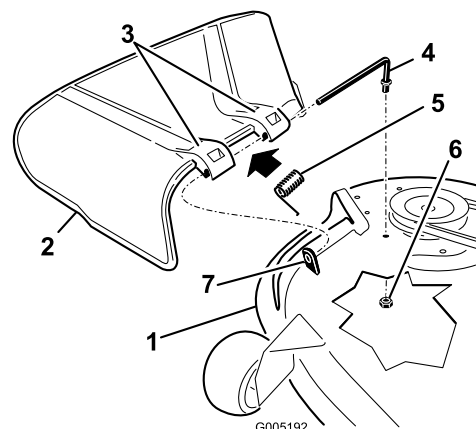

Figure 53
1. Repérez les éléments illustrés (Figure 53).
2. Retirez l'écrou (3/8 pouce) de la tige, sous le tablier de coupe (Figure 53).
3. Sortez la tige de la courte cheville de positionnement, de la rondelle-frein intérieure, du ressort et du déflecteur d'herbe (Figure 53). Enlevez le déflecteur s'il est endommagé ou usé.
4. Reposez le déflecteur d'herbe et la rondelle-frein intérieure (Figure 53).
6. Placez le ressort sur la tige, les fils d'extrémité dirigés vers le bas, entre les supports du déflecteur d'herbe. Insérez la tige dans le deuxième support du déflecteur d'herbe et la rondelle-frein intérieure (Figure 53).
7. Insérez la tige à l'avant du déflecteur dans la courte cheville de positionnement sur le tablier. Fixez l'extrémité arrière de la tige dans le tablier de coupe à l'aide d'un écrou (3/8") (Figure 53).